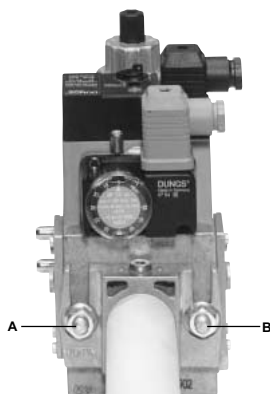
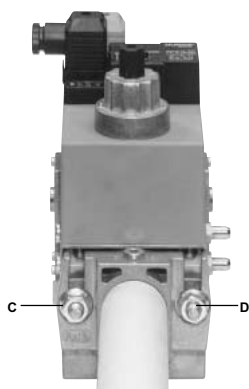

Рис. 5
Рис. 6
3. Затянуть винты А, В, С и D (Рис. 5 - Рис. 6), (Рис. 8), соблюдая дистанции монтажа (Рис. 8);